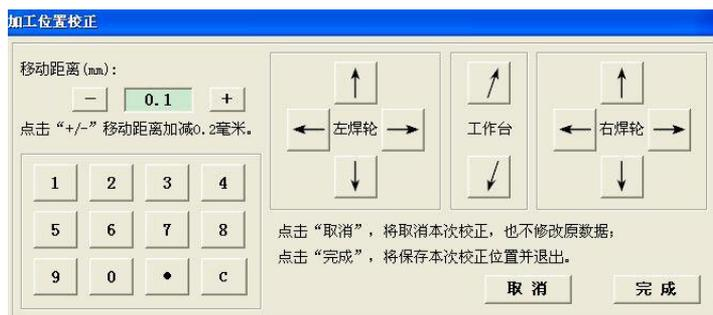

图 2-11 校正界面
(5) 如果要调整焊接过程中焊轮与工件的接触位置，需要进行“校正”。另外，对选定的工件及焊接参数进行初次焊接前，必须进行“校正”，校正界面如图 2-11 所示。